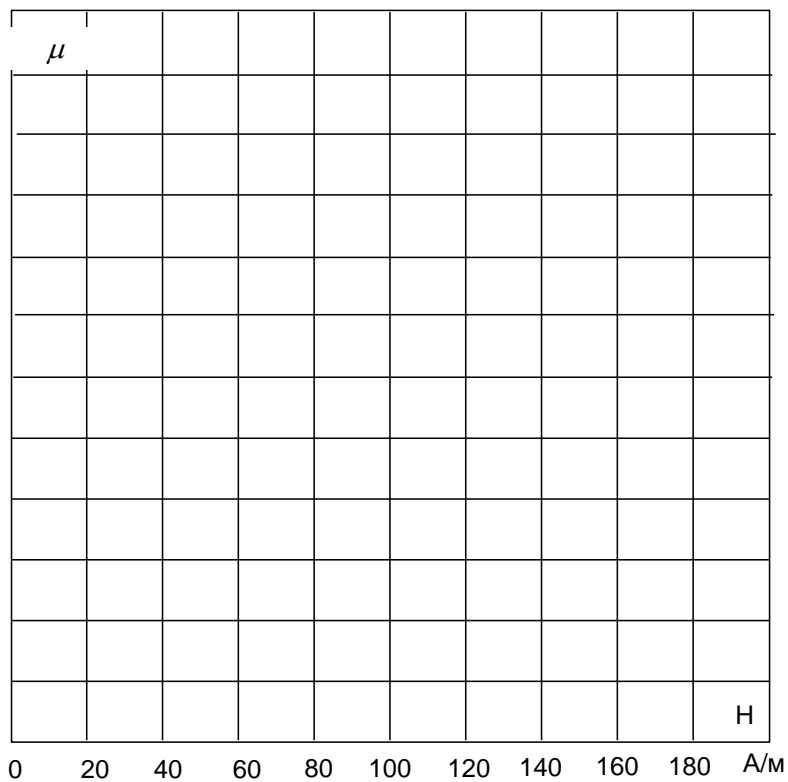

Рис. 4.1.4
- На рис. 4.1.4. постройте график $\mu(H)$, относя каждое вычисленное значение μ к среднему значению напряжённости: